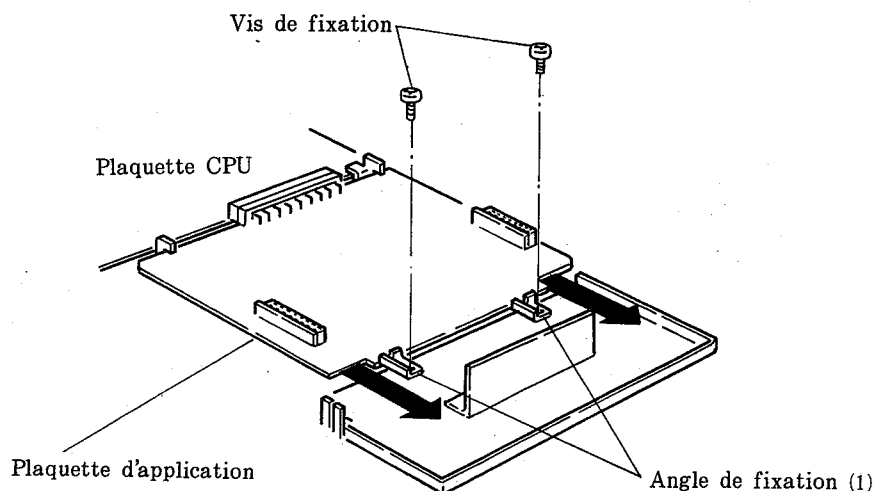

Fig. 15
c) Retirer les vis de fixation (2) de la plaquette d'application. (Voir la Fig. 15 ci-dessus.)
d) Tirer l'angle de fixation (1) de la plaquette d'application dans la direction des flèches pour déconnecter la plaquette d'application de la plaquette CPU (unité centrale de traitement). Puis, soulever l'angle de fixation (1) pour retirer la plaquette d'application. (Voir la Fig. 15 ci-dessus.)
(6) Raccorder une batterie de service au connecteur de la batterie (CN8) situé sur la plaquette CPU et débrancher la batterie du bâti principal du connecteur de batterie (CN7).